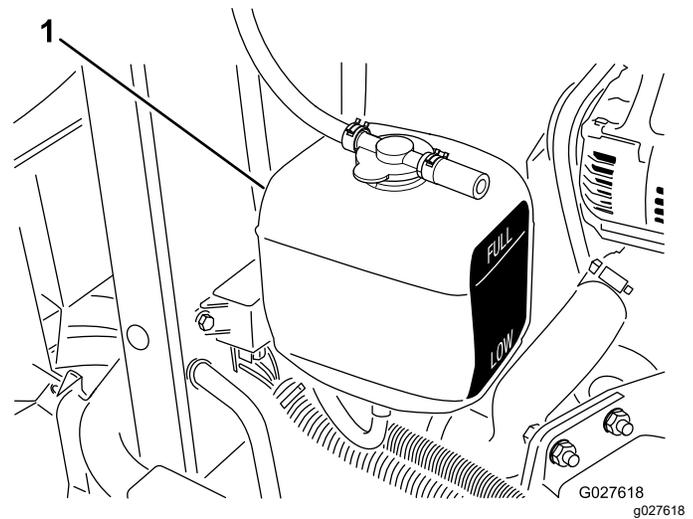

Figure 77
3. Vérifiez le niveau du liquide de refroidissement dans le vase d'expansion (Figure 77).